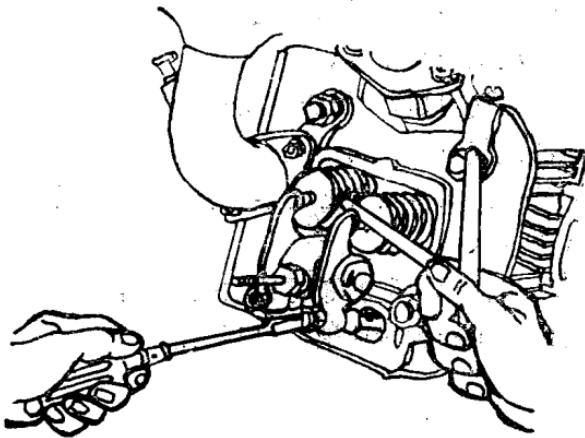

图1-2 调整气门间隙
**1. 气门间隙的调整** 气门间隙调整得正确与否，直接影响柴油机的功率和经济性能，必须定期检查和调整。首先拆下气门室盖，转动飞轮，到转不动为止（使活塞处于压缩行程上止点位置），进排气门完全关闭。将0.1毫米的厚薄规插入气门与摇臂大头之间。如不符合，即松开摇臂上的气门调节锁紧螺母，旋动气门调节螺钉，至间隙合适为止，见图1-2。调好后，旋紧气门调节锁紧螺母。